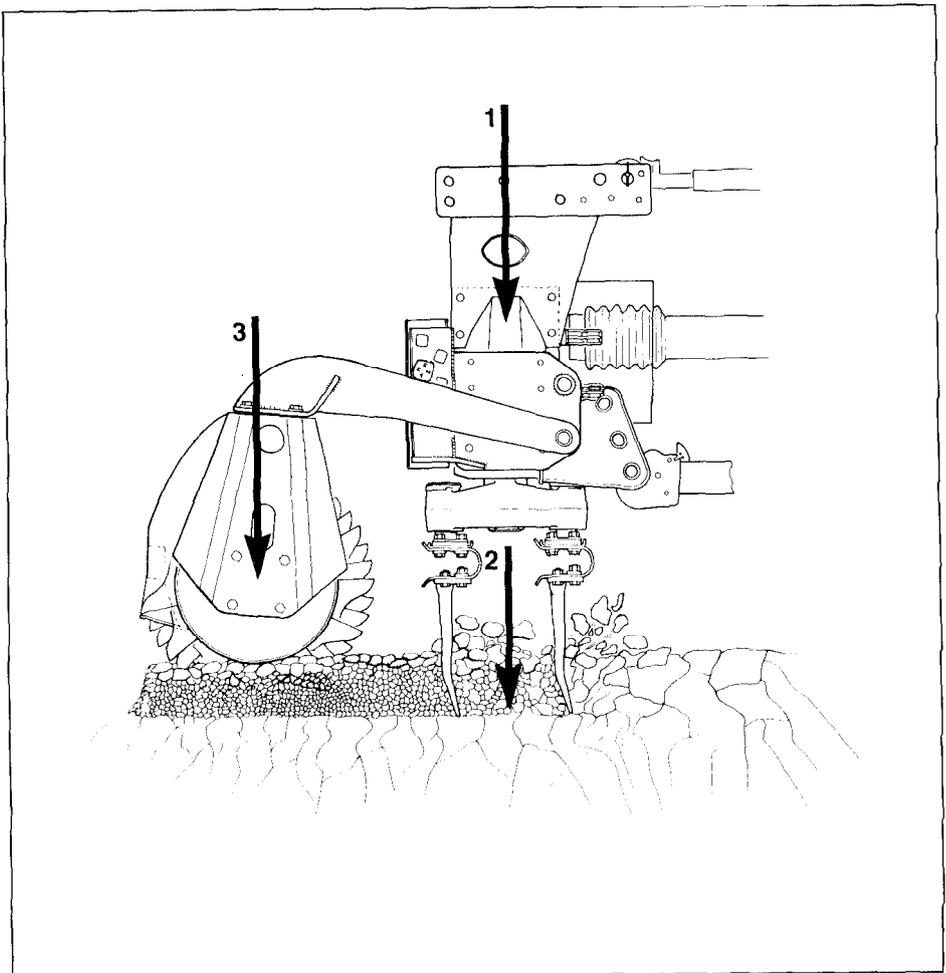

Fig.5
1. Eigengewicht der Rütlelegge (Fig. 5/1)
2. Die Kraft (Fig. 5/2), mit der die Zinken die Rütlelegge in den Boden hineinzuziehen versuchen
3. Eigengewicht der Packerwalze (Fig. 5/3)